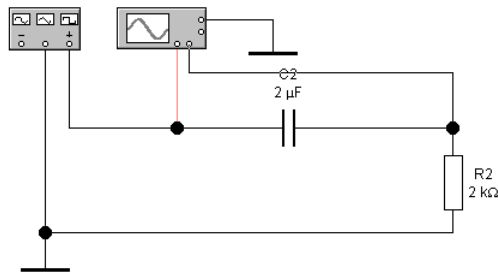

Рисунок 2 - Схема исследования временных характеристик ВЧ-1
1. Собрать схему электрической цепи (рисунок 2).